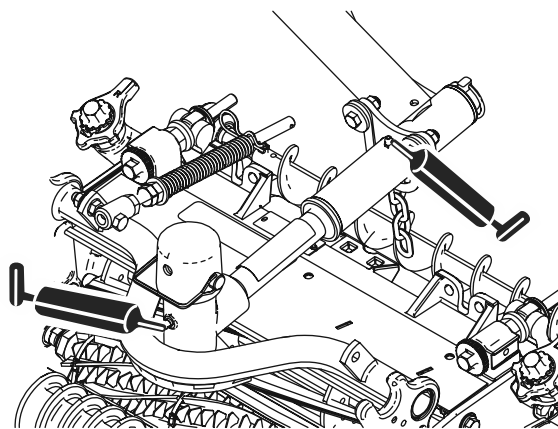

Figura 44
- Articulações da unidade de corte (2 cada); consulte Figura 44.